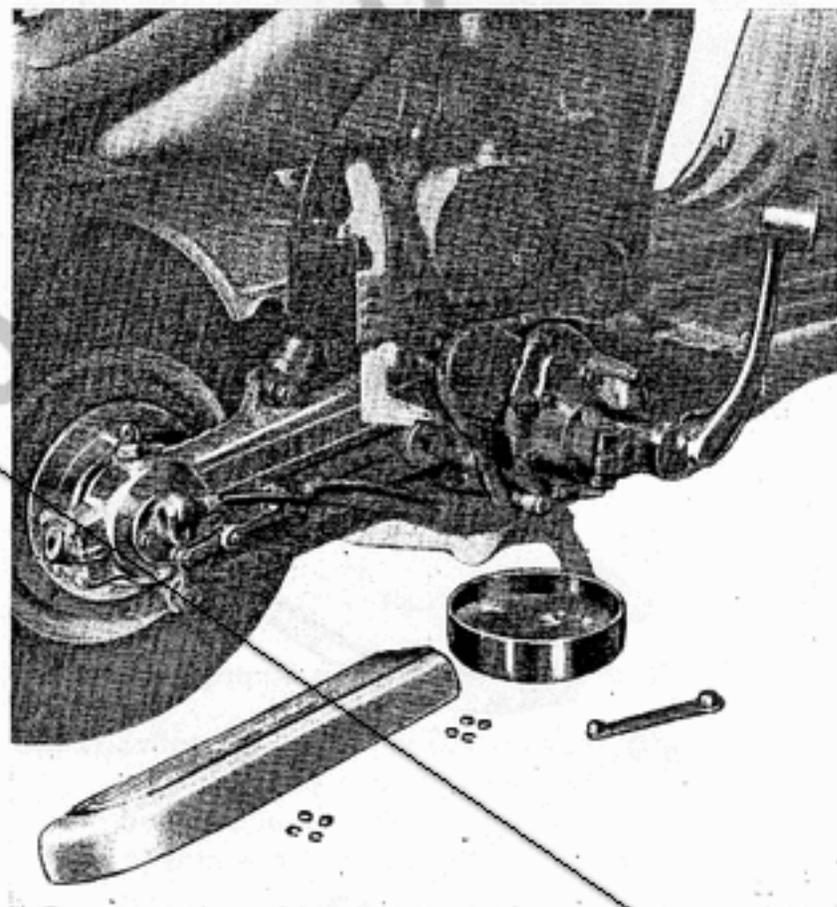

Fig. 15
### Operazioni preliminari (fig. 15)
- Op. 2) Porre sotto il gruppo motore una vaschetta per la raccolta dell'olio, come indicato in fig. 15; togliere il tappo di scarico olio situato sotto il carter motore (chiave per dadi a cava esagonale mm 10).